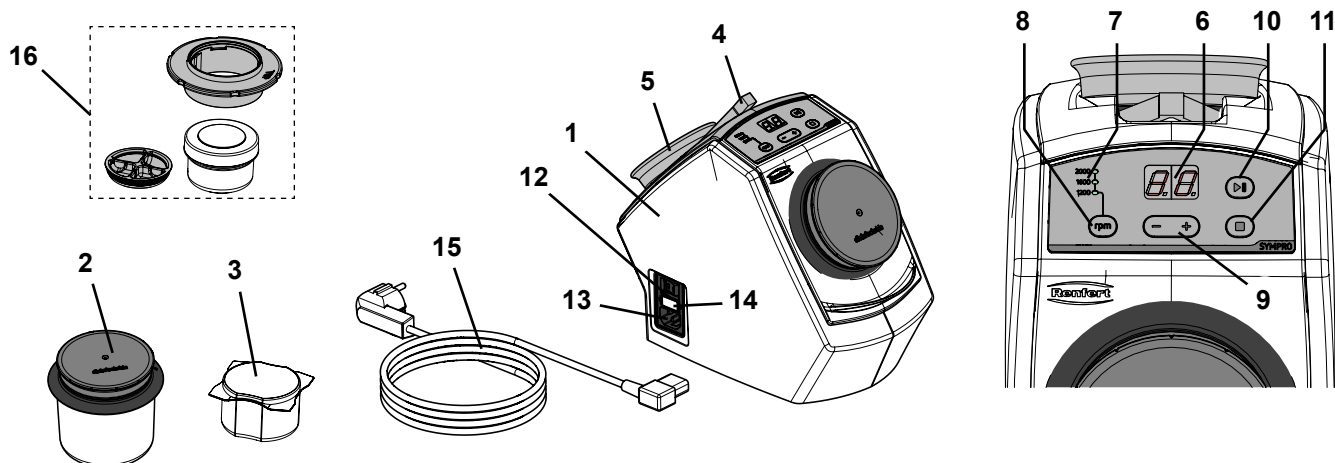

Fig. 1
- ⇒ Collocare la pinzetta e il magnete di ritegno inclusi nella confezione nei supporti sul retro dell'apparecchio (Fig. 1).
- ⇒ Scegliere il cavo di rete (15, Fig. 1) dotato della presa di rete adatta al vostro paese.
- ⇒ Collegare il cavo di alimentazione (13, Fig. 1) alla presa.
- ⇒ Accendere l'apparecchio tramite l'interruttore di rete (12, Fig. 1).
- ⇒ Riempire la tazza di pulizia (2, Fig. 1) con 75 g di aghi di pulizia (il corrispondente di una confezione).
- ⇒ Riempire il recipiente mini SYMPRO (16, Fig. 1) con ~ 5 g di aghi di pulizia.